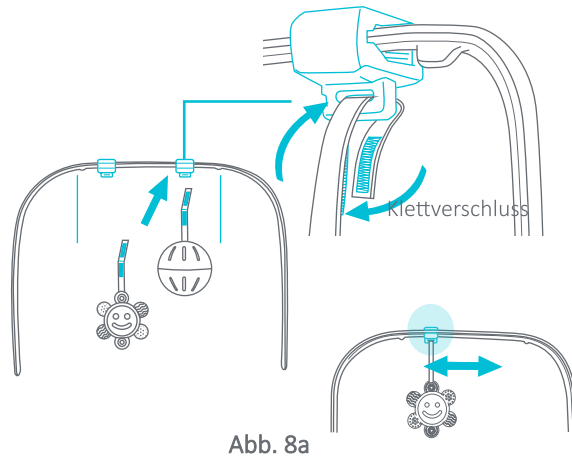

Abb. 8a
**HINWEIS:** Schieber zwischen den Laschen, damit das Spielzeug auf der Schiene der Spielleiste gleiten kann (Abb. 8a).